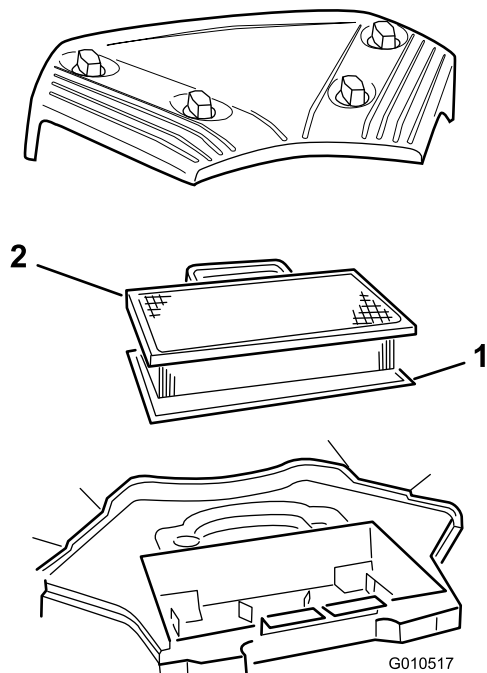

Figura 22
1. Pomo (4)
3. Retire el filtro de papel y el de gomaespuma (Figura 22).